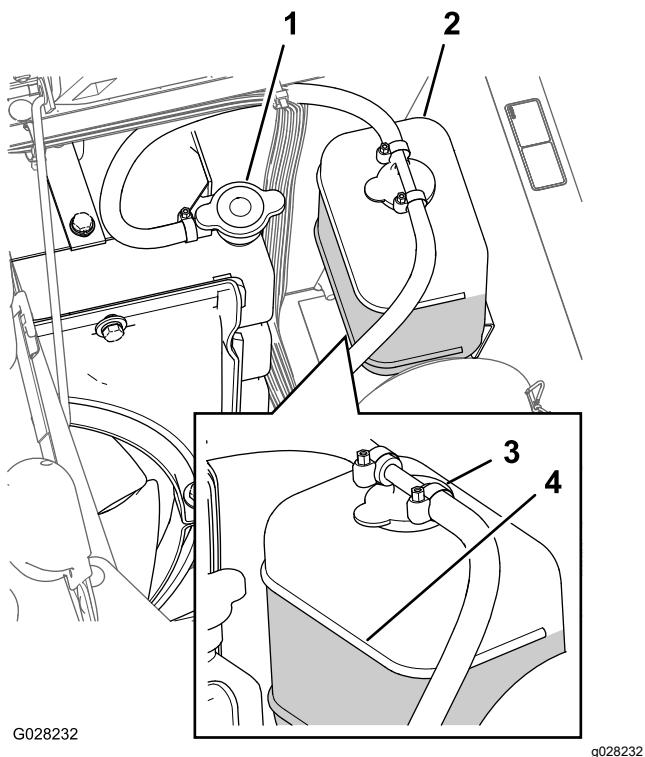

Bild 103
3. Schrauben Sie den Kühlerdeckel und den Deckel vom Ausdehnungsgefäß vorsichtig ab (Bild 103).
Hinweis: Der Kühler muss bis zur Oberkante des Füllstutzens, und das Ausdehnungsgefäß bis zur Voll-Markierung am Behälter gefüllt sein (Bild 103).
5. Wenn der Kühlmittelstand niedrig ist, nehmen Sie den Deckel des Ausdehnungsgefäßes und den Kühlerdeckel ab. Füllen Sie dann das Ausdehnungsgefäß bis zur VOLL-Markierung und den Kühler bis zur Oberkante des Einfüllstutzens (Bild 103).
6. Drehen Sie die Deckel wieder auf das Ausdehnungsgefäß und den Kühler auf (Bild 103).
2. Warten Sie, bis der Motor abgekühlt ist, und nehmen Sie dann den Kühlerdeckel ab (Bild 103).
6. Nehmen Sie den Kühlerdeckel ab (Bild 103).
8. Lassen Sie den Motor an, wenn der Deckel lose auf dem Kühler sitzt (Bild 103).
10. Wenn das Kühlmittel warm ist, füllen Sie Kühlmittel bis zur Dichtungsüberfläche des Deckels nach und drehen Sie den Deckel fest (Bild 103).
11. Nehmen Sie den Deckel des Ausdehnungsgefäßes ab und füllen Sie den Behälter bis zur Cold-Markierung mit Kühlmittel (Bild 103).